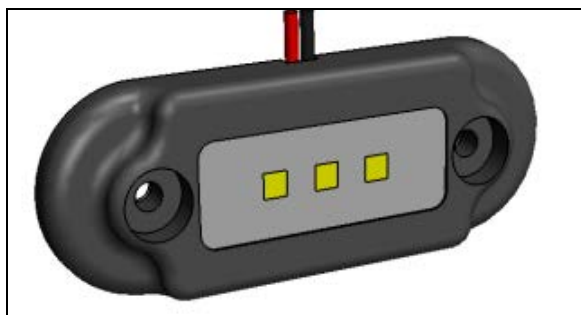

FIGURE 73 : MODULE DEL DU COMPARTIMENT MOTEUR
- Soulever le couvercle à charnière et remettre les deux vis (FIGURE 73).